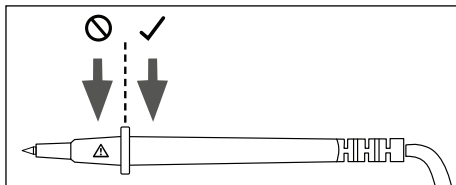

Fig. 3
- Sostenere la punta di misura **6** solo dall'area di presa prevista (vedere fig. 3). Non toccare l'area con il segnale di pericolo **⚠**, altrimenti vi è pericolo di folgorazione durante la misurazione!